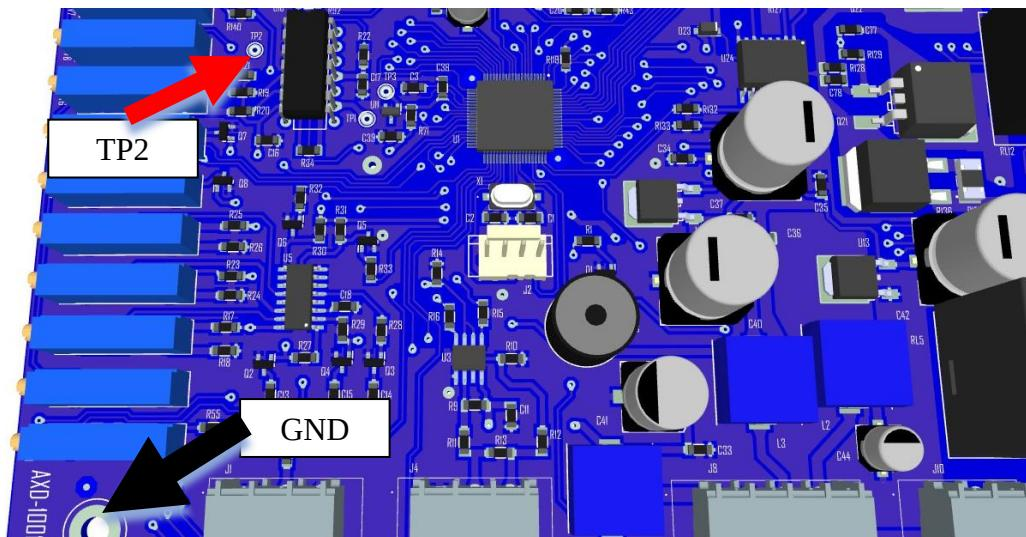

Figura 25 - Posição do Osciloscópio para Ajuste de Frequências no TP2
2. Realizar a conexão do Multímetro conforme a Figura 25 do Procedimento 12.